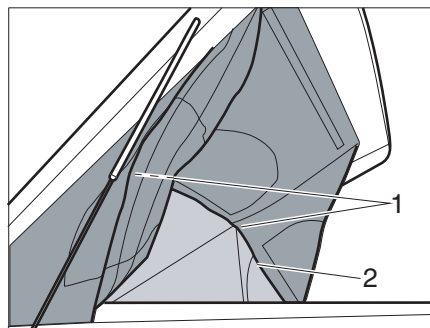

Fig. 38 Función panorámica
- ▶ Abra la cremallera (Fig. 38,2) alrededor del techo elevable.
- ▶ Fije las paredes laterales y la pared frontal con cierre de velcro (Fig. 38,1) a la parte superior del techo elevable.